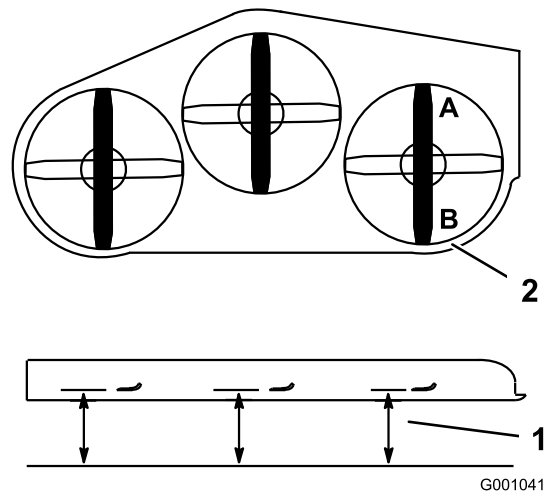

図 85
2. ブレードのうちの1枚を前後方向に向ける。A 位置とB位置で、平らな床面からブレードの刃先までの高さを測る (図 85)。